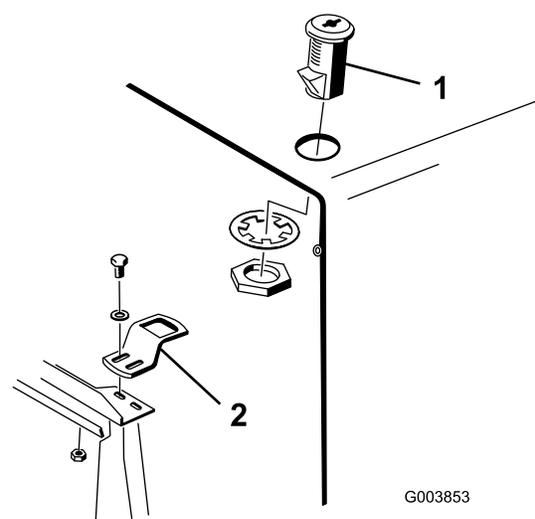

Figura 4
- Montate l'interruttore di bloccaggio sul cofano, utilizzando una rondella elastica e un dado. Collocate l'interruttore con il fermo rivolto verso la parte anteriore della macchina (Figura 4).
- Montate la staffa sul supporto del radiatore, senza serrare, usando due bulloni (1/4 x 3/4 pollici), rondelle piane e dadi di bloccaggio (Figura 4).